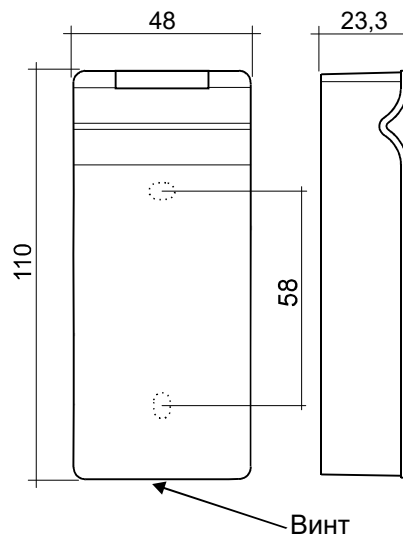

Рис.2
- разметьте и просверлите отверстия для крепления под размер отверстий сетевого контроллера (рис.2);